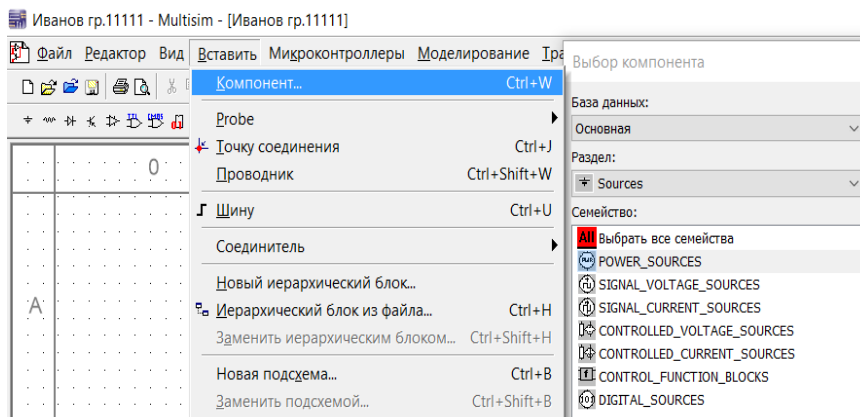

Рисунок 1.3 – Окно "Выбор компоненты"
3.4. В верхней панели нажмите "Вставить – Компонент" или комбинацию клавиш "Ctrl + W", рисунок 1.3. Появится окно "Выбор компонента". Также открыть окно можно нажатием на рабочем поле правой клавишей мыши и кнопкой "Установить компонент".